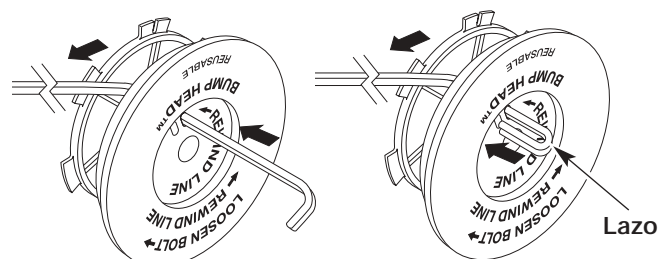

Fig. 33
8. Tome aproximadamente 20 pies (6.1 m) de nueva línea de corte. Inserte un extremo de la línea a través de uno de los orificios del carrete interior (Fig. 33). Pase la línea a través del carrete interior hasta que queden sólo 4 pulgadas fuera.
9. Inserte el extremo de la línea en el orificio abierto del carrete interior y tire de la línea en forma ajustada a fin de que el lazo sea lo más pequeño posible (Fig. 33).